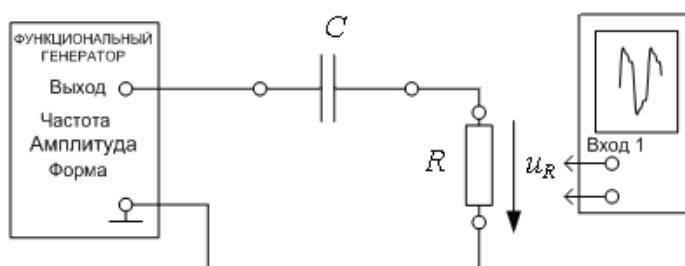

Рис. 3П
- Собрать цепь в соответствии с рис. 3П с конденсатором емкостью $C=3,3$ мкФ и резистором с сопротивлением $R=10$ Ом.